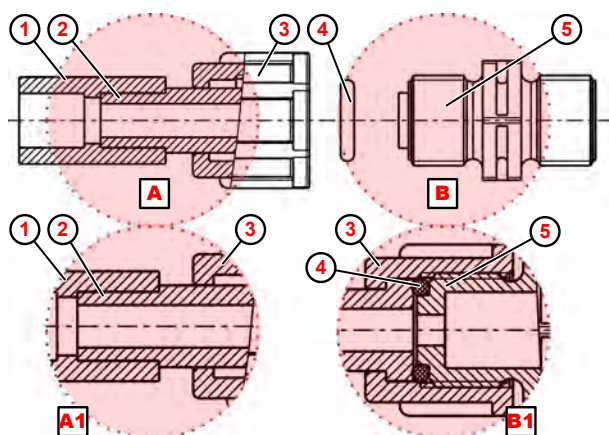

Fig. 10: Collegamento del tubo con connessione saldata
1. ➤ Saldare la connessione saldata ( Fig. 10 , ① ) con il collegamento sul posto.
2. ➤ Inserire l'O-Ring ④ nel dado della valvola di aspirazione/di mandata ⑤ .
3. ➤ Serrare il il dado per raccordi ③ (dettaglio **B1** ).